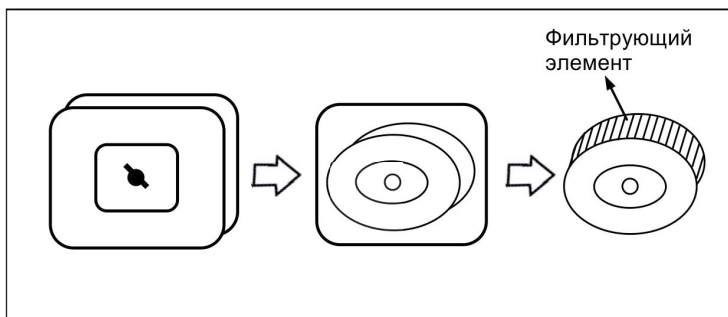

Рис. 21
2. Снимите крышку воздушного фильтра, открутив гайку-барашек (рис. 21)